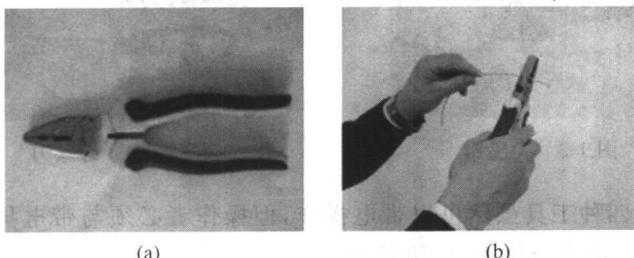

图 1-1 钢丝钳及其使用
(1) 钢丝钳，又叫克丝钳，如图 1-1(a)所示。其用途主要是用来剪断、弯曲金属线材或夹持、紧固、松开小型金属构件。带有绝缘柄的钢丝钳是一种低压基本安全用具。其耐压在 500 V，可以在低压系统带电情况下使用，使用方法如图 1-1(b)所示。